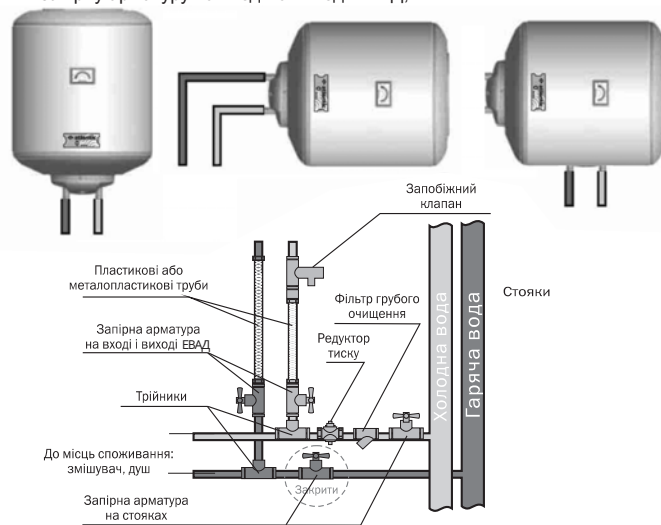
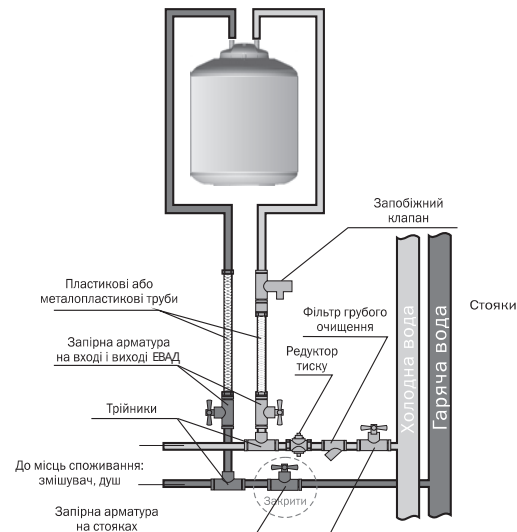

Рис. 5. Підключення ЕВАД у вертикальному / горизонтальному положенні
Рис. 6. Підключення ЕВАД, що встановлюється під мийкою
Підключення (рис. 5, 6):
**УВАГА! Підключення до системи водопостачання ЕВАД моделей O'Pro PC 10SB, PC 15S має виконуватися чітко у відповідності зі схемою, наведеною на рис. 6. Запобіжний клапан кріпиться на трубопроводі осторонь від ЕВАД. При встановленні моделей Seatite в горизонтальному положенні патрубок подачі холодної води (помічений синім кільцем) повинен бути розташований знизу, а патрубок гарячої води (помічений червоним кільцем) - зверху (рис. 5).**
**Увага! Один раз на місяць необхідно з запобіжного клапану видаляти вапняний осад і перевіряти чи його не заблоковано шляхом короткочасної установки тригера в горизонтальне положення, при цьому через зливний отвір витече невелика кількість гарячої води.** Для чого спочатку потрібно перекрыти запірну арматуру на вході в ЕВАД (рис. 5, 6), а також відкрити кран гарячої води у місці споживання.